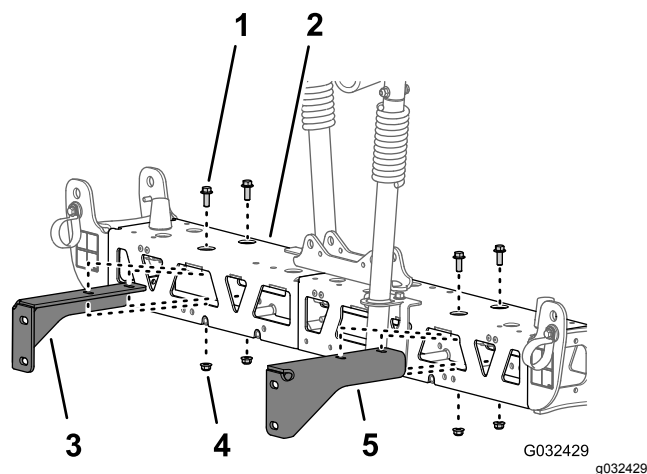

Bild 51
2. Entfernen Sie die zwei Bundkopfschrauben (3/8" x 1") und die zwei Sicherungsbundmutter (3/8"), mit denen die Stützhalterung am mittleren Sprühabschnitt befestigt ist, und nehmen die Halterung ab (Bild 51).
3. Entfernen Sie die zwei Bundkopfschrauben (3/8" x 1") und die zwei Sicherungsbundmutter (3/8"), mit denen die andere Stützhalterung am mittleren Sprühabschnitt befestigt ist, und nehmen die Halterung ab (Bild 51).